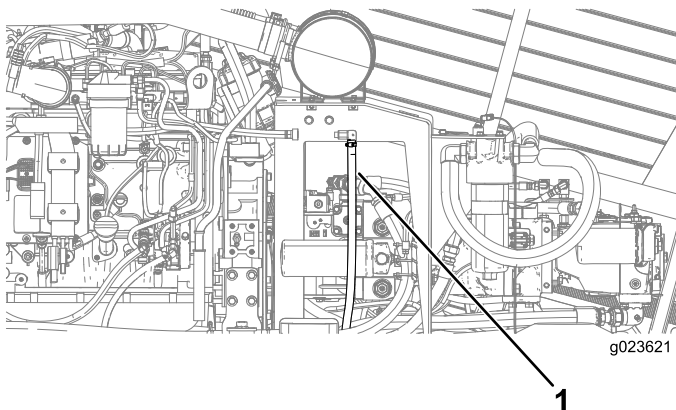

**Bild 86**
3. Ziehen Sie das Entlüftungsrohr des Kurbelgehäuses vorsichtig nach außen (Bild 86).
4. Reinigen Sie das Ende des Entlüftungsrohrs des Kurbelgehäuses (Bild 86).